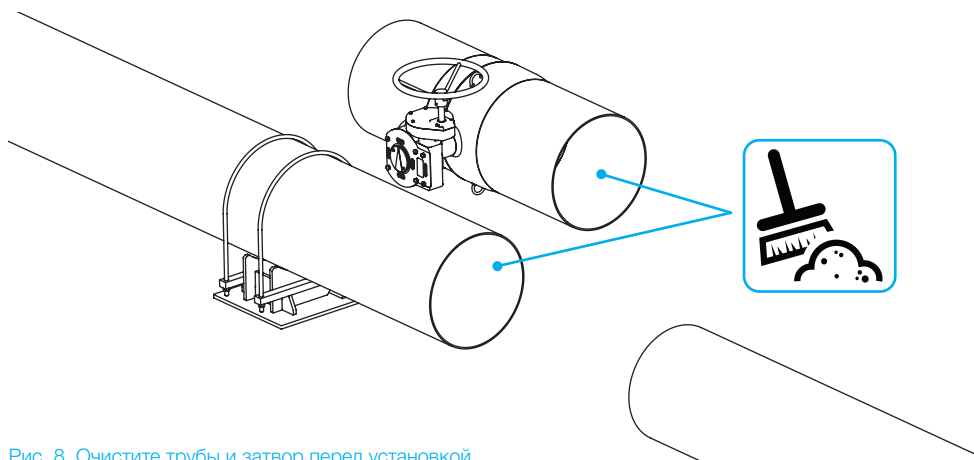

Рис. 8. Очистите трубы и затвор перед установкой.
- Очистите трубу и затвор, см. Рис. 8